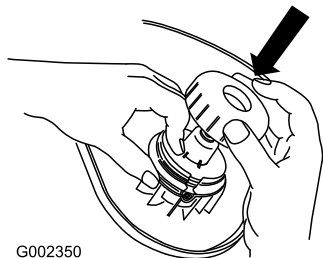

Figure 13
2. Tout en tenant le fil et la bobine, placez le chapeau sur la bobine (Figure 13).